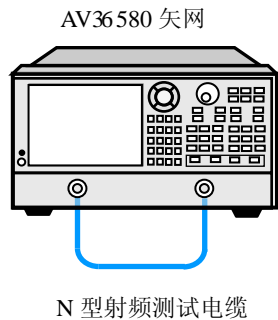
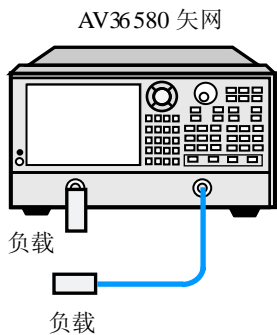

图 14-4 系统动态范围校准测试框图一
图 14-5 系统动态范围校准测试框图二
- a) 按图 14-4 所示连接系统，预热 90 分钟以上。
- e) 开始进行校准，如图 14-4 所示连接射频电缆，按“直通”开始直通校准，直通校准完成后，如图 14-5 所示将射频电缆从端口 1 处取下，在两个端口连接负载进行校准，完成“直通相应隔离”校准。